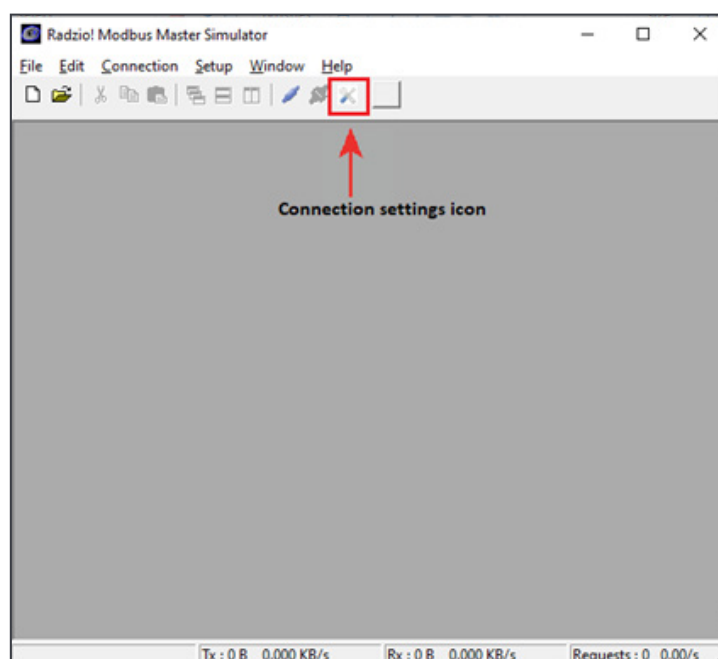

Abbildung 2: Symbol für Connection settings
2. Klicken Sie in der Symbolleiste auf das Symbol **Connection settings**. (Abb. 2)